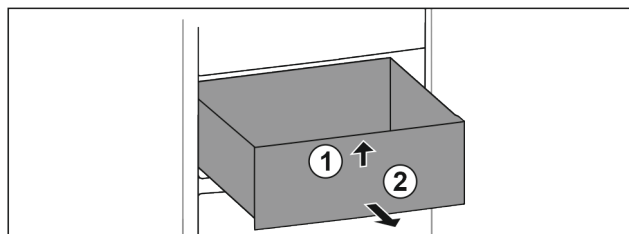

Fig. 68
- ▶ Løft skuffen fremefter. Fig. 68 (1)
- ▶ Tag skuffen ud fremefter. Fig. 68 (2)